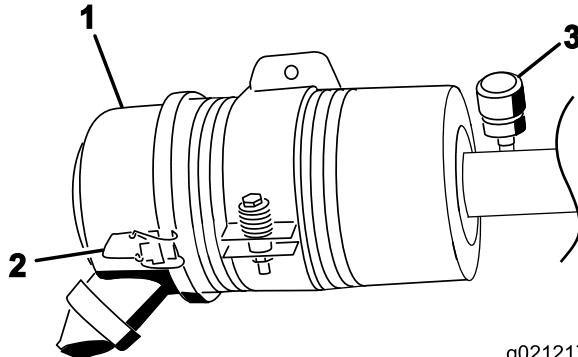

图41
1. 松开将空气滤清器盖固定到空气滤清器壳体上的闩锁 (图41)。